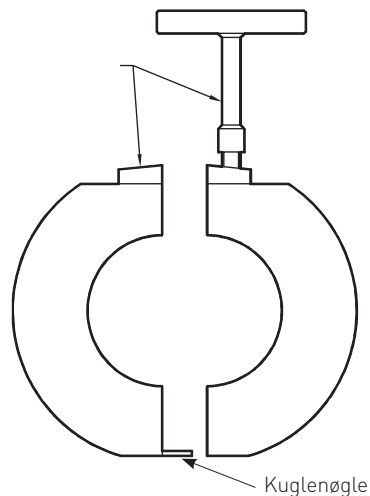

FIG. 2
5.2. Afmonter hver halvdel af kuglen fra ventilen ved hjælp af 'T-stænger'. Halvdelen uden den nederste kugle lås skal afmonteres først og ved genmontering indsættes sidst (Fig. 2).